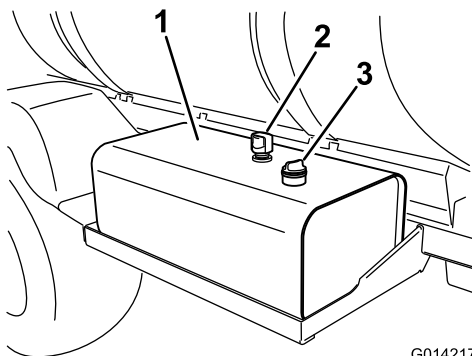

Figure 59
3. Nettoyez la surface autour du bouchon-jauge du réservoir d'huile hydraulique et enlevez-le (Figure 59).